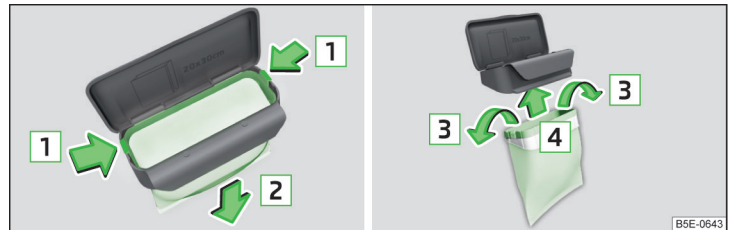

Abb. 81 Beutel ersetzen
- › Die beiden Rastnasen am Rahmen in Pfeilrichtung **1** abdrücken » Abb. 81.